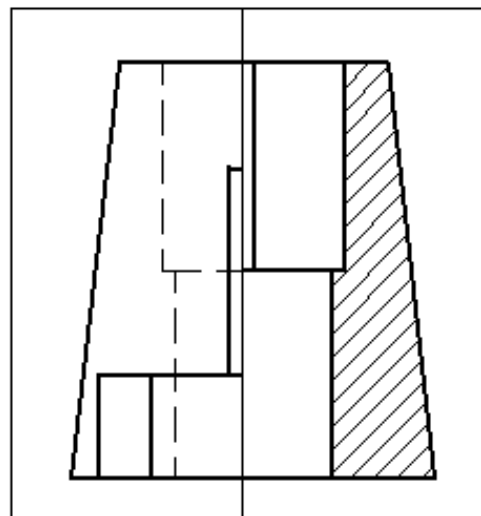

Рис. 44
**На совмещенном виде слева с профильным разрезом с границей совмещения совпадает ребро шестиугольной призмы, поэтому необходимо сместить границу совмещения влево на (2-3)мм (рис.44).**